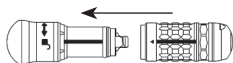

Figura 3
3. Gire el accesorio en la dirección de la flecha de la pieza de mano para alinear la flecha del accesorio con el símbolo de bloquear (figura 3).